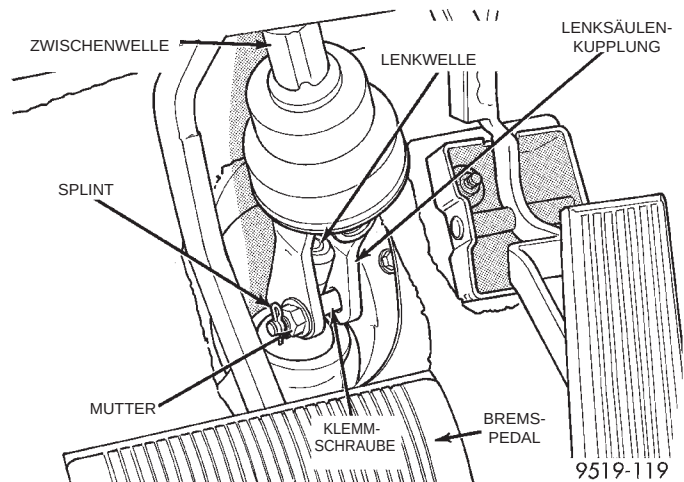

**Abb. 6 Befestigung der Lenksäulenkupplung am Lenkgetriebe**
(2) Das Servoöl mit einem Saugheber so gut wie möglich aus dem separat montierten Ölbehälter absaugen.
(3) Im Innenraum des Fahrzeugs den Splint von der Klemmschraube der Lenksäulenkupplung abziehen (Abb. 6). Dann die Klemmschraube lösen (Abb. 6) und die Lenksäulenkupplung auseinanderbauen.
(4) Fahrzeug anheben. Dazu Unterstellböcke oder eine Hebebühne verwenden, die am Rahmen ange-